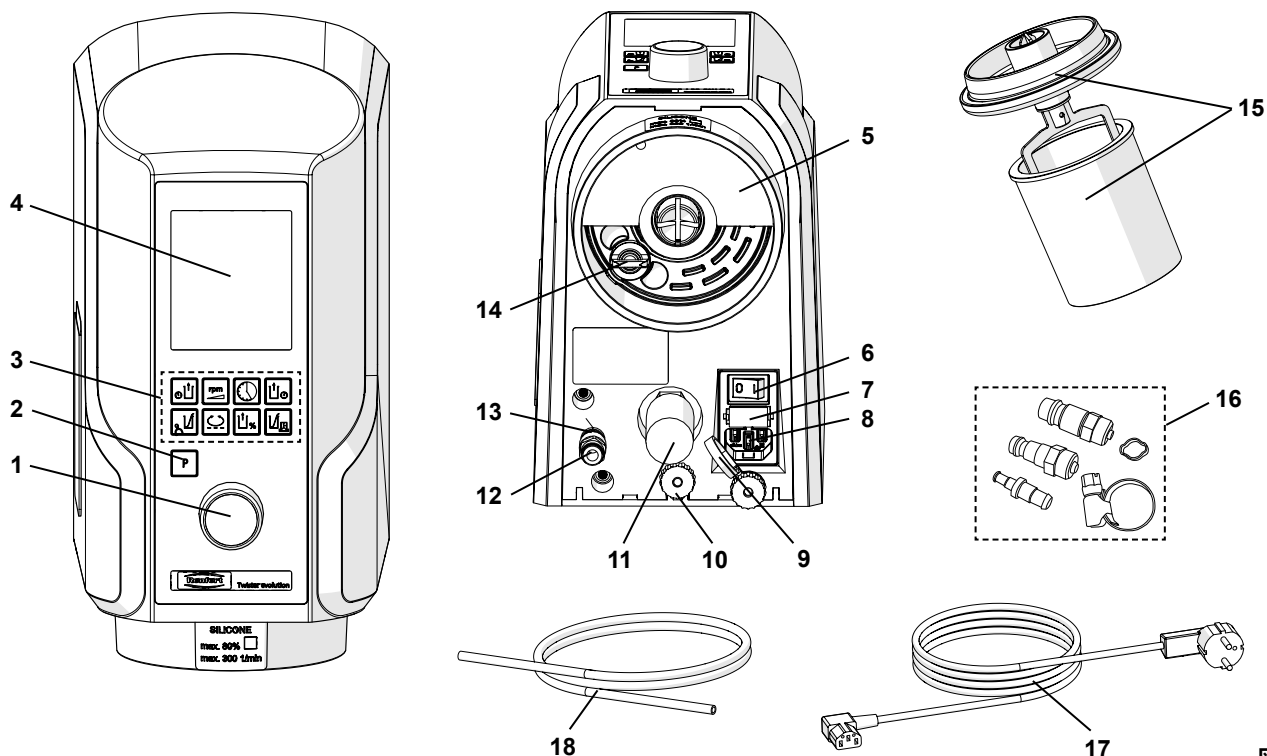

図. 1
- ⇒ エアーホース (18) をエアージョイント (12) のホースジョイントの縁までしっかりと差込みます。その際、軽く抵抗を感じます。
- ⇒ 圧縮エアースト (16, 図. 1) に接続させるために同梱セットから適切なホースカップリングを選び、ホース末端部に取り付けて下さい。